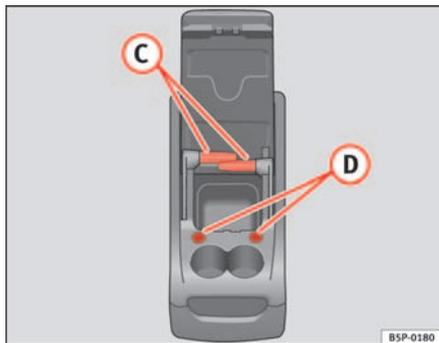

Fig. 113 Rangement mobile. Fonctions
Pour utiliser la table (C) ⇒ page 143, fig. 113, il faut l'extraire de son logement sur le côté du rangement mobile et la placer dans son logement (D) ⇒ page 143, fig. 113 sur la partie frontale du rangement mobile.